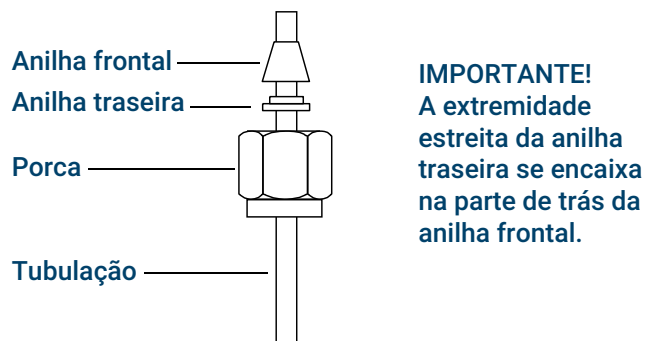

Figura 18. Porcas e anilhas Swagelok
1. Coloque uma porca Swagelok, as anilhas traseira e frontal na tubulação, como mostrado na **Figura 18**.